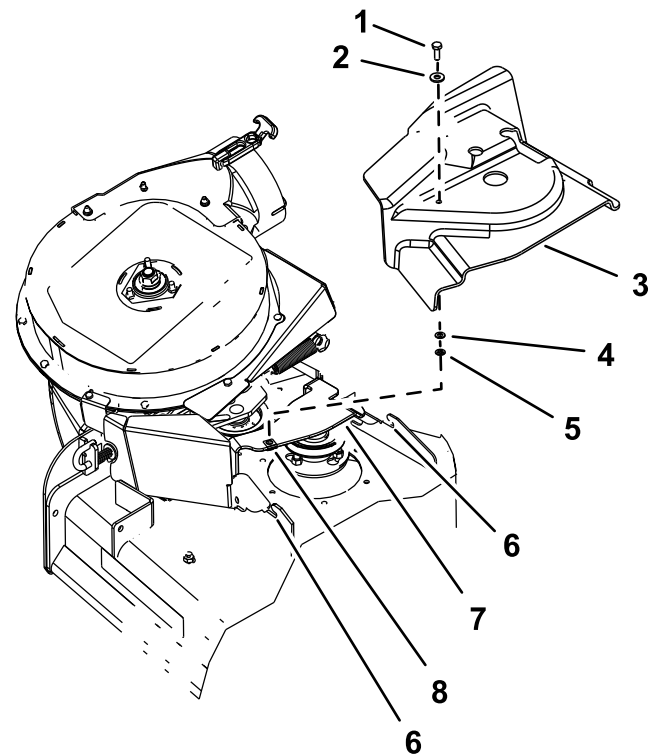

Bild 18
1. Bringen Sie die Scheibe ($\frac{5}{16}$ " x $\frac{3}{4}$ ") an der Sechskantschraube ($\frac{1}{4}$ " x $\frac{3}{4}$ ") an, wie in Bild 18 abgebildet.
2. Setzen Sie die Schraube und die Scheibe durch das Loch oben an der Riemenabdeckung des OEM-Gebläse- und Antriebskits (Bild 18) ein.
3. Legen Sie von Unterseite der Riemenabdeckung die Scheibe ($\frac{1}{4}$ " x $\frac{1}{2}$ ") und den Halter auf das Gewinde der Sechskantschraube (Bild 18).
2. Fluchten Sie die Riemenabdeckung mit den Kerben in den Mähwerkflanschen aus (Bild 18).
4. Befestigen Sie die Riemenabdeckung mit der Sechskantschraube an der Abdeckungshalterung (Bild 18).